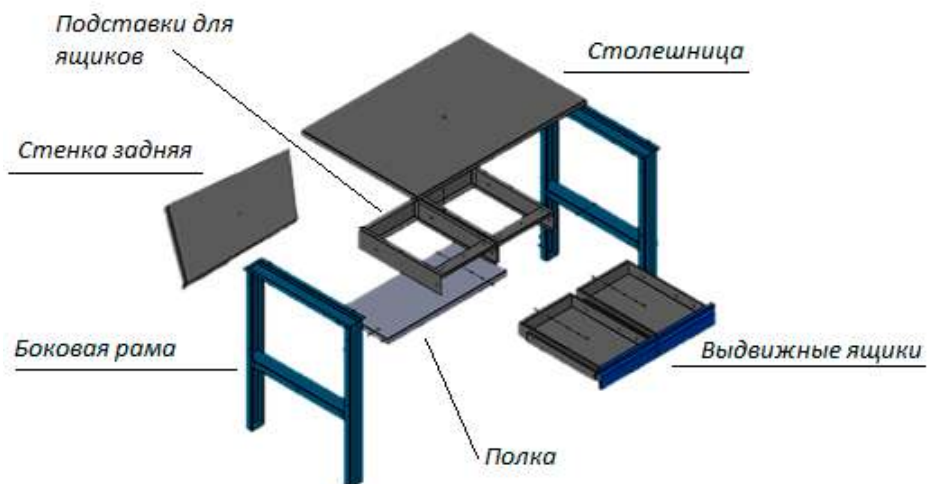

Рис. 4
5.1.1 Схема сборки столов ВМ с ящиками, полкой и задней стенкой. Столешницу, полку и заднюю стенку прикрепить к боковым рамам как показано на рис.4. Крепление производить с помощью крепежных изделий (болт, гайка) входящих в состав изделия. При установке выдвижных ящиков сначала необходимо прикрепить к столешнице подставки для выдвижных ящиков, а затем установить в эти подставки ящики.